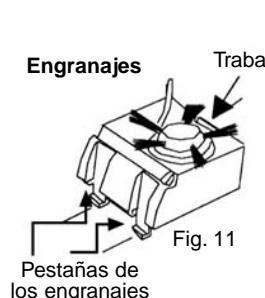
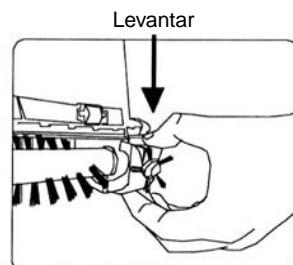

Fig. 11
Fig. 12
4. Presione en la traba de los engranajes y levántelos para removerlos. (Fig. 11 y Fig. 12).